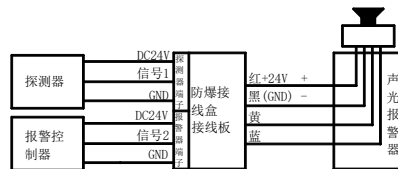

图 3 带防爆接线盒接线
- 带防爆接线盒接线: 按照图 3 进行接线, 将探测器接入防爆接线盒接线板的“探测器端子”, 将报警控制器接入防爆接线盒接线板的“报警器端子”。